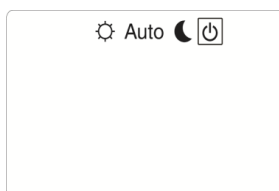

Fig. 16
- 1) premere il tasto (▶) finché viene contornato il simbolo  del funzionamento in stand-by, come in Fig. 16;